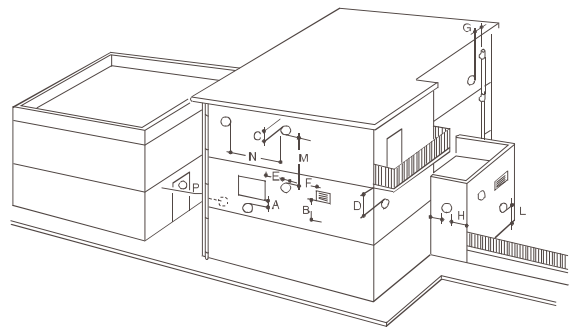

Fig.4
- Viene determinata dalla posizione dell'attacco dei condotti fumi (Fig. 4, 5 e 7) e **collocata in un luogo coperto e protetto** in accordo con la normativa UNI 7129/7131 e successivi aggiornamenti nonché alle disposizioni comunali.